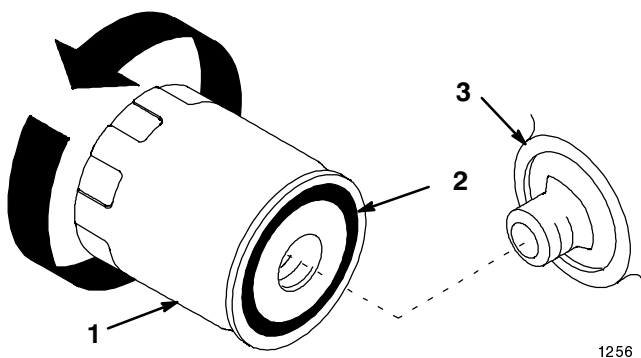

Figure 20
3. Appliquez une fine couche d'huile neuve sur le joint en caoutchouc du filtre de rechange (Fig. 20).
4. Posez le filtre à huile de rechange sur l'adaptateur. Tournez le filtre dans le sens des aiguilles d'une montre jusqu'à ce que le joint rejoigne l'adaptateur, puis donnez un demi-tour supplémentaire (Fig. 20).